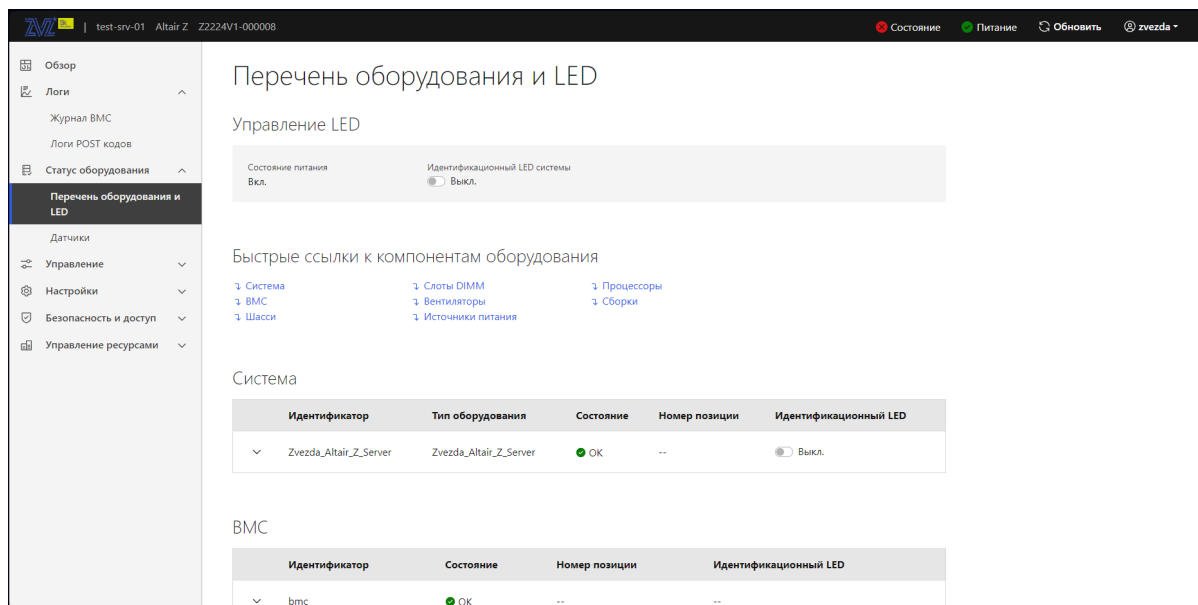

Рис. 89. Окно «Перечень оборудования и LED»
- 4) Пройдите во вкладку «Статус оборудования» → «Перечень оборудования и LED» в данной вкладке отображается перечень и статус оборудования. В поле «Управление LED» отображается состояние питания, переведите переключатель «Идентификационный LED системы» в активное положение для включения светодиода индикации сервера. В поле «Быстрые ссылки к компонентам оборудования» приведен список быстрых ссылок к компонентам сервера и их состоянию. В поле «Система» отображается тип оборудования и его состояние. В поле «BMC» отображается состояние BMC. Окно показано на рис. 89 Окно «Перечень оборудования и LED»